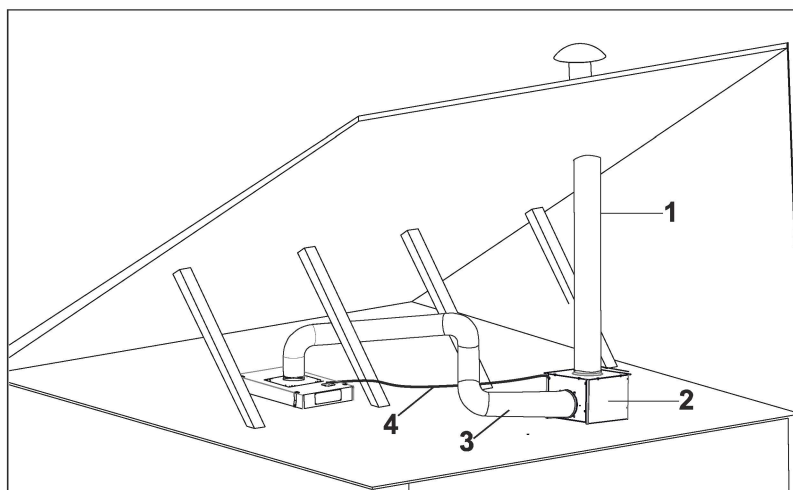

Fig. 35
10. ➔ Montér produktet efter tidligere anvisninger (Fig. 35 / Fig. 35 / Fig. 35 / Fig. 35).
Montér afrækskanalerne (læs punkt 2 under afsnittet: Larm & Støj (fra motor)* for gode råd) (Fig. 35).
Tilslut nu det 8m. lange kabel til emhætte kabinettet og motor kabinettet for at sikre forbindelse ml . disse. (Fig. 35).